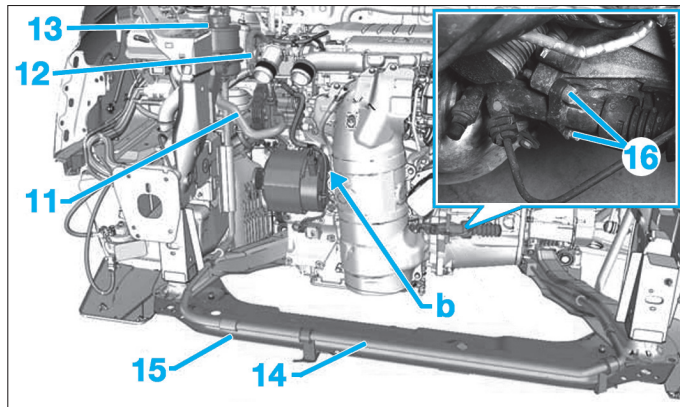

Fig. 85
- Mettre en place un pince durit sur la durit (11) (Fig.85).
- la durit haute pression du circuit hydraulique de direction (12),
- la durit (11).
- Sans ouvrir le circuit hydraulique, déposer et écarter le réservoir de liquide de direction assistée (13).
- Ecarter les canalisations (14) fixés sur la traverse inférieure.
- la traverse inférieure (15),
- les fixations du cylindre récepteur d'embrayage (16).
- Sans ouvrir le circuit hydraulique, écarter le cylindre récepteur d'embrayage (16).